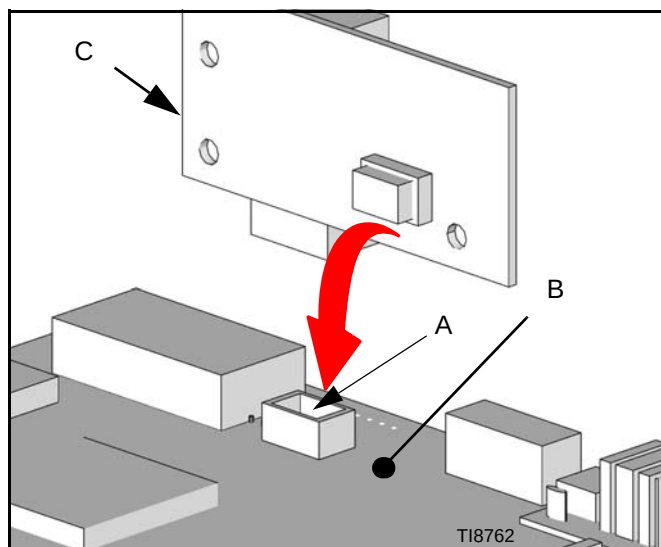

FIG. 41
4. Lokalisera 10-stifts-expansionsanslutningen J9 (A) på den nedre högra delen av EasyKey-skärmenheten 249480 (B). Se FIG. 41.